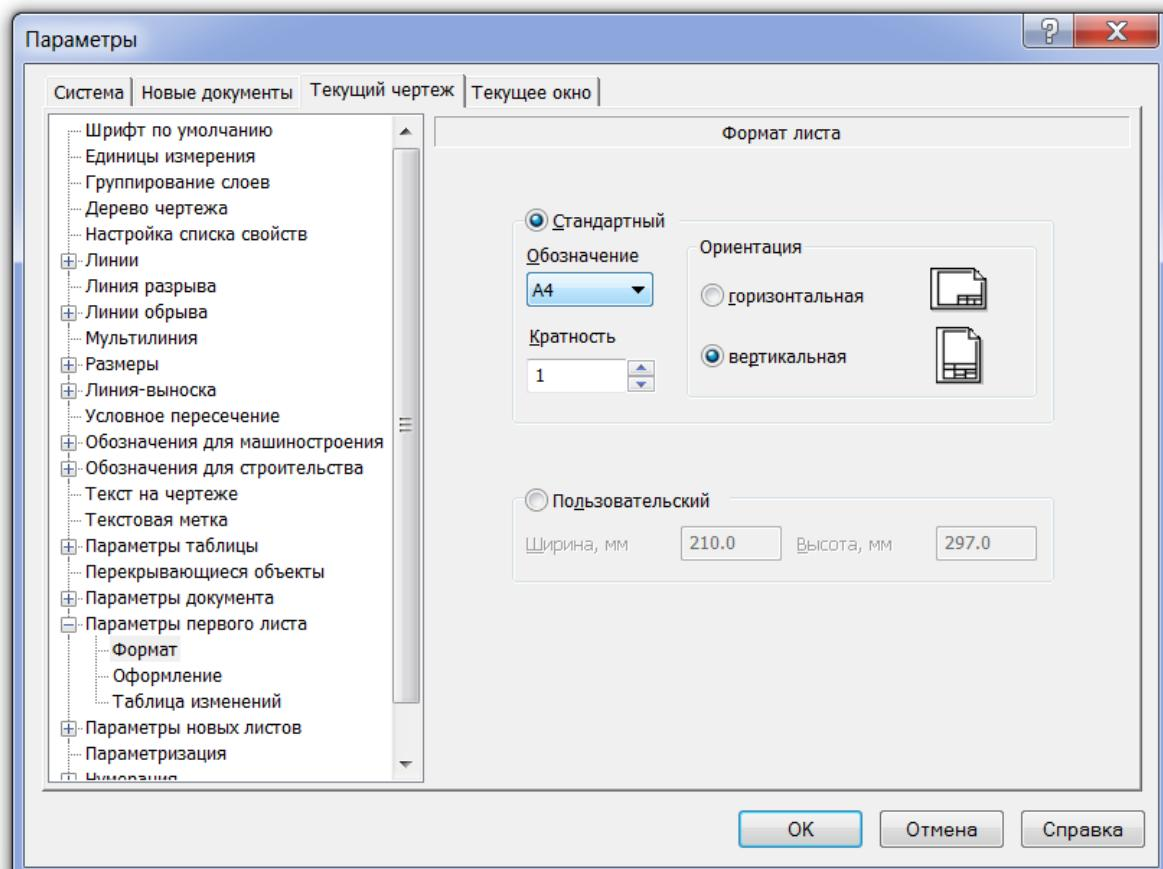

Рис. 1. Настройка параметров текущего листа
3. В меню Сервис → Параметры → Параметры первого листа → Формат. Выберите: обозначение формата – А4, ориентация – вертикальная (рис. 1).